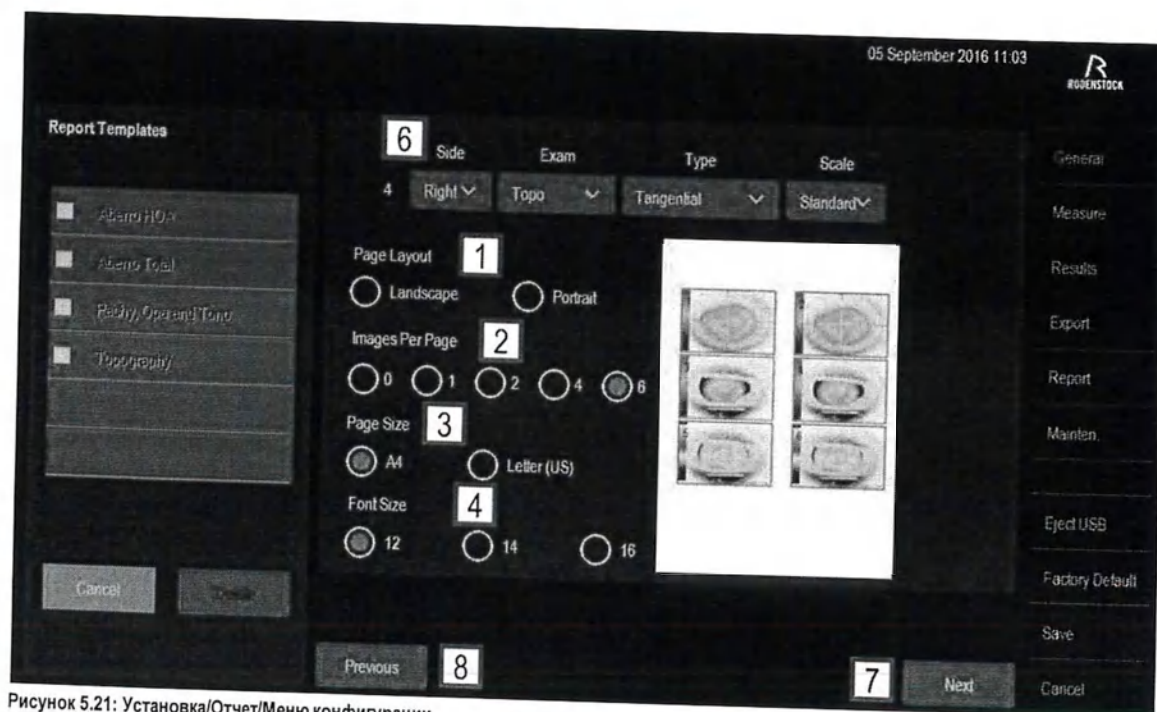

Рисунок 5.21: Установка/Отчет/Меню конфигурации
Здесь вы можете выбрать, какие и сколько карт будут отображаться, в альбомной или книжной ориентации (1). В зависимости от выбранного количества будет отображаться от 0 до 6 карт (2). Определите размер страницы (3), выбрав "DIN A4" или "Письмо" (США). Выберите размер шрифта (4) из ряда 12, 14 или 16. В правой части экрана можно осуществить предварительный просмотр отчета. Нумерование полей на макете (5) осуществляется в соответствии с количеством выбранных для отображения карт, вы также можете сконфигурировать желаемое количество карт для каждого глаза с помощью меню "Сторона" и "Исследование". (6). Нажмите на соответствующее поле (5) и определите тип карты с помощью меню выбора "Карты", например, "Правый" и "Топо" (см. Рисунок 5.21). Другие опции выбора будут появляться в зависимости от выбранного раздела меню. Вы можете продолжать конфигурацию таким образом для всех полей, пока шаблон не будет заполнен выбранными вами картами. Для перехода к следующей конфигурации, нажмите кнопку "Следующий" (7) снова. Для возвращения к предыдущей конфигурации, нажмите кнопку "Предыдущий" (8).